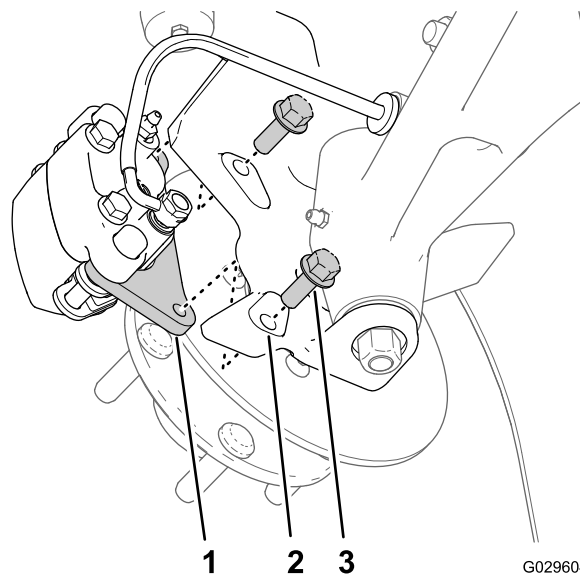
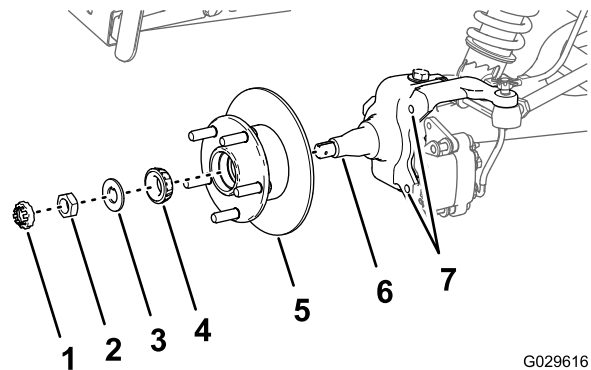

Рисунок 31
Рисунок 35
3. Выверните болты с фланцевыми головками (3/8 x 1 дюйм), которые крепят кронштейн тормоза в сборе к шпинделю, и отделите тормоз от шпинделя (Рисунок 31).
1. Нанесите тонкий слой консистентной смазки указанного типа на шпindelь (Рисунок 35).
2. Установите ступицу и ротор на шпindelь так, чтобы ротор был внутри (Рисунок 35).
3. Установите наружный подшипник на шпindelь и в наружное кольцо (Рисунок 35).
4. Установите стопорную шайбу на шпindelь (Рисунок 35).
5. Наверните гайку шпindelя на шпindelь и затяните гайку, поворачивая ступицу (Рисунок 35).
2. Совместите тормозные колодки с обеих сторон ротора (Рисунок 31) и отверстия в кронштейне суппорта с отверстиями в креплении тормоза на шпиндельной бабке (Рисунок 35).
3. Установите кронштейн суппорта на шпиндельную бабку (Рисунок 31) при помощи 2 болтов с фланцевыми головками (3/8 x 1 дюйм) и затяните болты с моментом от 47 до 54 Н·см.